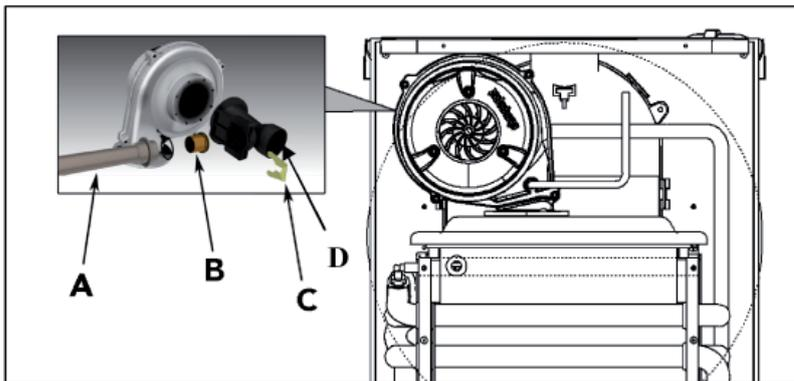

Abb. 37
- Entfernen Sie die Sicherungsfeder "C" vom Gasrohr "A" und ziehen Sie das Gasrohr aus der Führung (Detail Abb. 37 ,38 + 39)